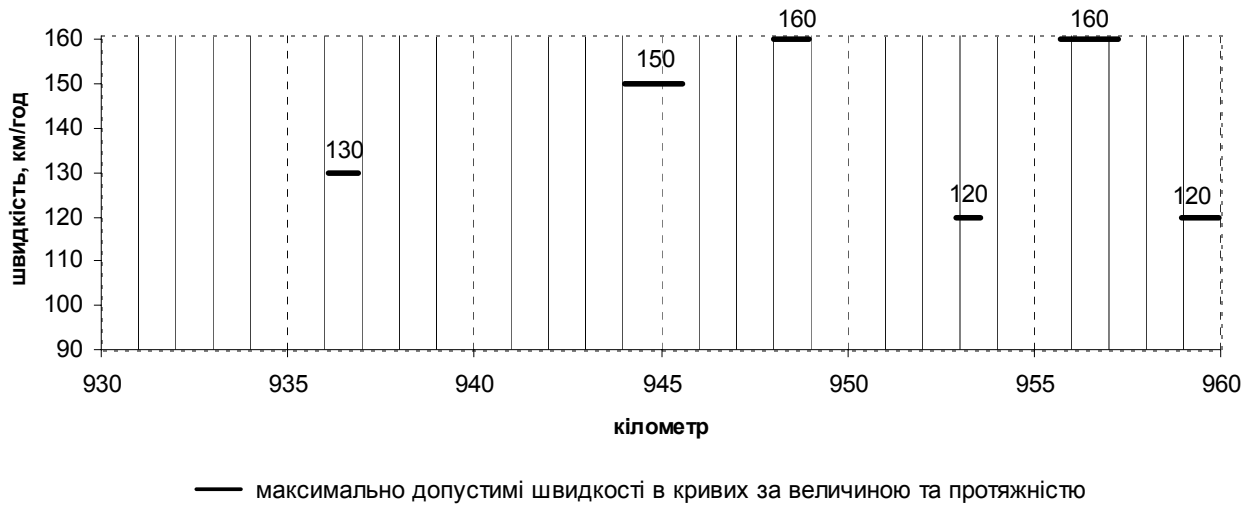

Рис. 1. Діаграма допустимих швидкостей руху поїздів у кривих
11. Побудувати діаграму допустимих швидкостей руху поїздів у кривих, що показано на рис. 1, використовуючи «Мастер диаграмм». Тип діаграми «Точечная». По осі абсцис відкласти початок кривих, по осі ординат – швидкість. Навести курсор на побудовані точки та двічі натиснути лівою кнопкою мишки – викликається вікно «Формат ряда данных». На закладці «Х-погрешности» вибрати вид планки похибки «Плюс», величина похибки – «пользовательская +», та виділити стовпець з довжинами кривих.